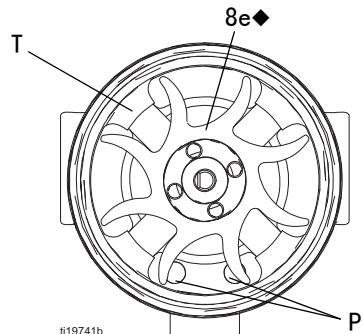

图 38. 风扇方向
7. 将线圈组件 (8a) 固定在工作台上，使风扇端朝上。使用宽边螺丝刀撬开转轴 (S) 上的风扇 (8e)。
10. 将新的底部轴承 (8b1) 安装在转轴 (S) 的较长端。轴承的较平侧面必须背向磁铁 (M)。装入线圈 (8a)，使轴承叶片与线圈表面齐平。
12. 将线圈组件 (8a) 固定在工作台上，使风扇端朝上。将风扇 (8e) 按入转轴 (S) 的较长端。风扇叶片的方向必须与图 38 所示保持一致。